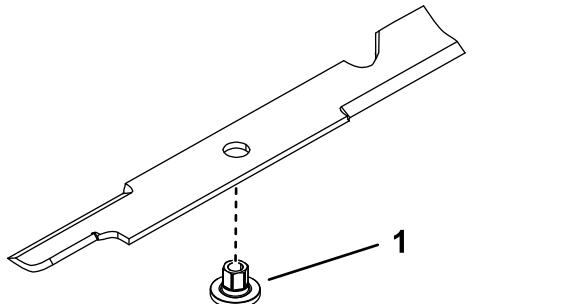

Figura 85
- Instale o casquilho através da lâmina com a flange do casquilho na parte inferior (relva) da lâmina (Figura 85).